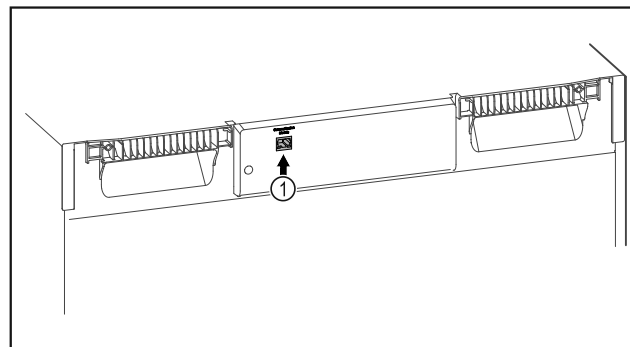

Fig. 140
- SmartModule Fig. 140 (1) är insatt.